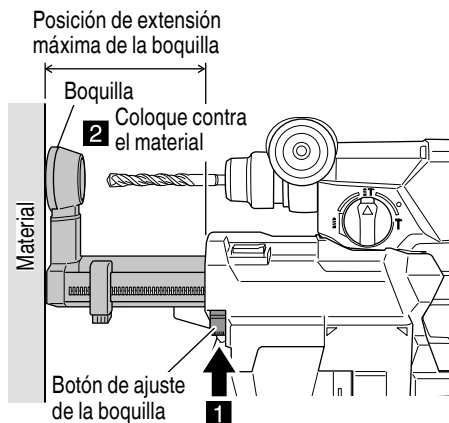

Fig. 5
- (1) Presione el botón de ajuste de la posición de la boquilla y asegúrese de que la boquilla esté en la posición completamente extendida. (Fig. 5)
- (2) Mientras sujeta la herramienta de tal manera que no se pulse el interruptor, coloque la boquilla contra el material por taladrar. (Fig. 5)